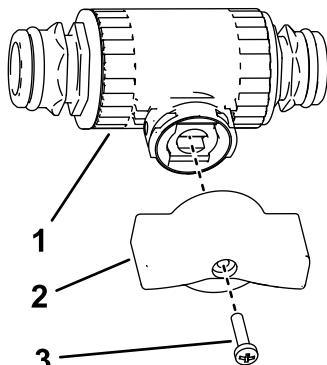

Figura 18
2. Monte la manija roja en la válvula de control, como se muestra en la Figura 18.